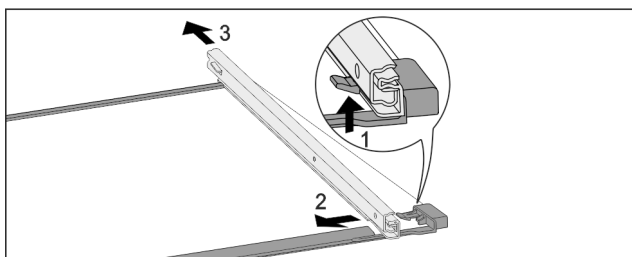

Fig. 200 Skleněná deska s kolejničkami
- Přední aretační háček zatlačte nahoru. Fig. 200 (1)
- Výsuvnou kolejničku vysuňte stranou Fig. 200 (2) a dozadu Fig. 200 (3).